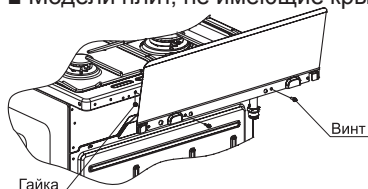

рис. 1
- Модели плит, не имеющие крышку стола, комплектуются щитком, который закрепляется перед установкой плиты (рис.1).
- **Установка щитка** на плиты моделей GM241 001, GM241 101. Установку щитка производить путем крепления к столу двумя винтами и гайками (см. рис. 1). Винты и гайки для крепления щитка находятся в пакете с комплектующими.